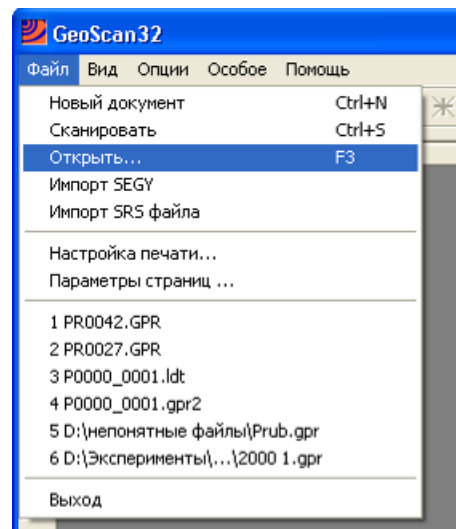

Рис. 2.8 - Открытие файлов в программе GeoScan32
Выбор файла для открытия осуществляется в окне «Открыть файл...» (Рис. 2.9), которое вызывается пунктом «Открыть» в меню «Файл» (Рис. 2.8), щелчком левой кнопкой мыши по значку  на панели инструментов или нажатием клавиши «F3» на клавиатуре.
- Пункт «Новый документ» в меню «Файл» (Рис. 2.8);